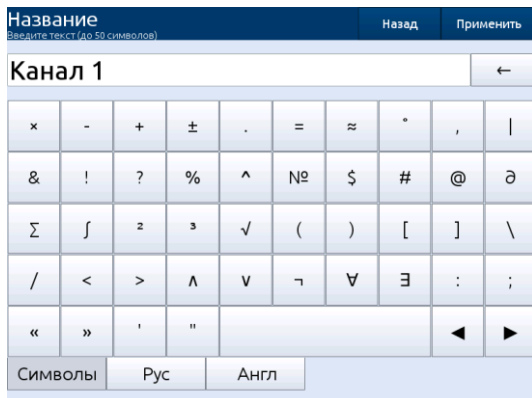

Рисунок 2.18
- цифры и символы арифметических действий (см. рисунок 2.18);